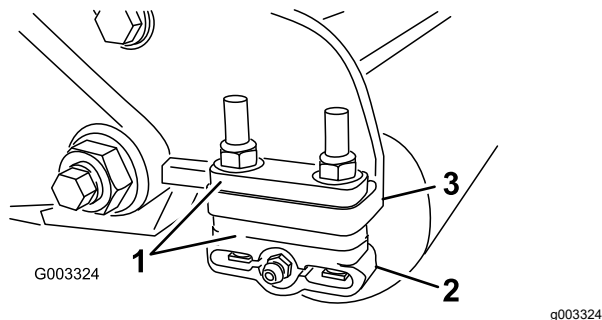

図 12
1. 図 12に従って、サイドプレート取り付けフランジ (図 12) の下に必要な枚数のスペーサーを入れて、後部ローラーブラケット **刈り高さ**と**下刃の選択表** (ページ 12)を希望の刈高範囲に調整する。